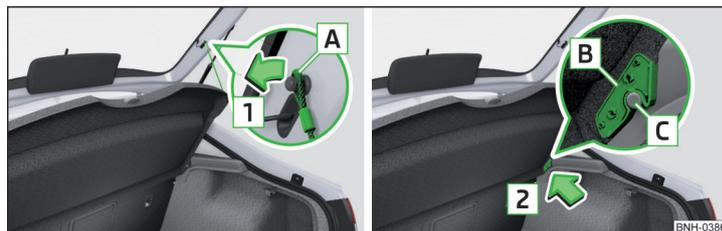

Fig. 105 Retirar la cubierta del maletero
Si las cintas de sujeción **A** » fig. 105 están enganchadas en la tapa del maletero, entonces al abrir la tapa también se levantará la cubierta del maletero (a continuación, sólo cubierta).
- » Sacar en ambos lados de la tapa del depósito las cintas de sujeción **A** en el sentido de la flecha **1** » fig. 105.
- Coloque los alojamientos **B** en la cubierta sobre las fijaciones **C** del revestimiento lateral » fig. 105.